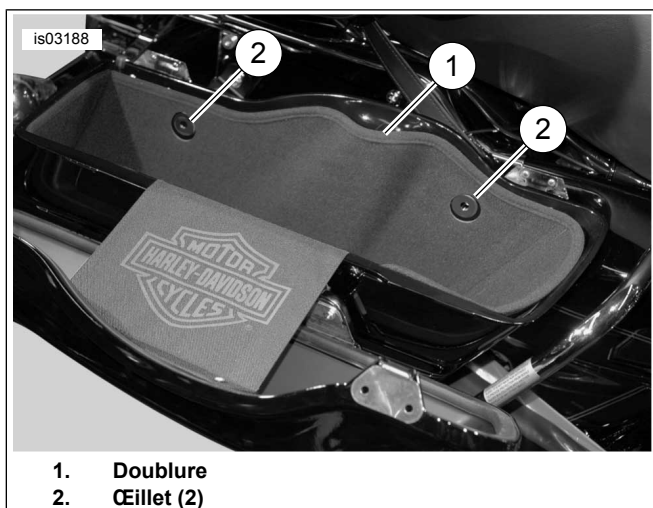

Figure 6. Placement de la doublure dans la sacoche
9. Voir Figure 6. Placer la doublure dans la sacoche. Veiller à ce que la doublure soit bien posée à l'intérieur de la sacoche et à ce que les trous de la doublure soient placés sur les œillets.